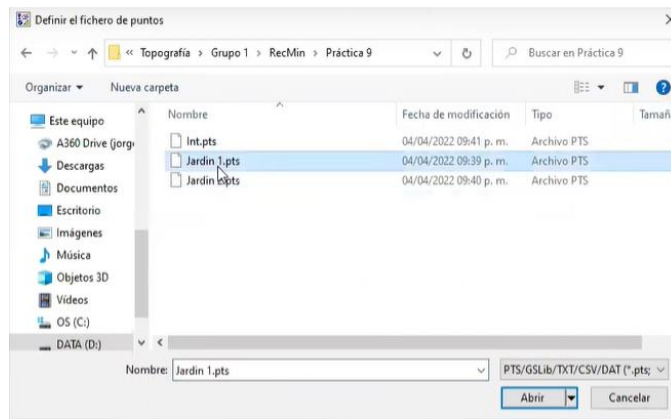

Figura 395. Archivo.
30. En la nueva pestaña, buscar y seleccionar el archivo correspondiente al jardín 1. Presionar “Abrir”. Figura 395.